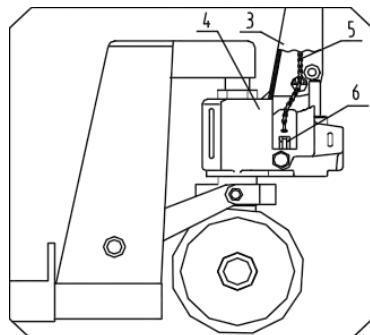
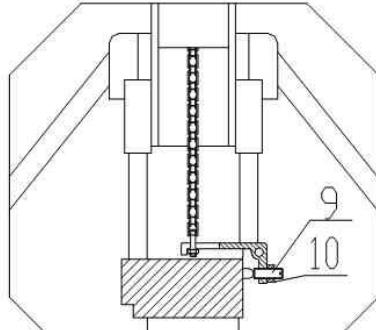

Рис.2
Рис. 5
2.1.3 Поверните штифт (2) и убедитесь, что ось большого отверстия штифта находится в вертикальном положении. Пропустите цепь (5) рукоятки через среднее отверстие штифта (2). См. Рис. 2.
2.1.4 Возьмите гайку на конце цепи (5) и наверните ее на нарезку рычажного пальца (6). См. рис. 2 и рис. 5.
2.1.8 Если вилы опускаются сразу же после подъема, слегкаповерните регулировочный винт 9 на рис. 5 против часовой стрелки. Поднимите тележку еще раз, чтобы убедиться, что подъем выполняется нормально. Если тележка не опускается (после подъема), слегка поверните винт по часовой стрелке. Убедитесь, что опускание выполняется нормально. Наружная шестигранная гайка (10) у винта (9) используется для фиксации. Ослабьте затяжку гайки до начала регулировки, и затяните ее по окончании регулировки.